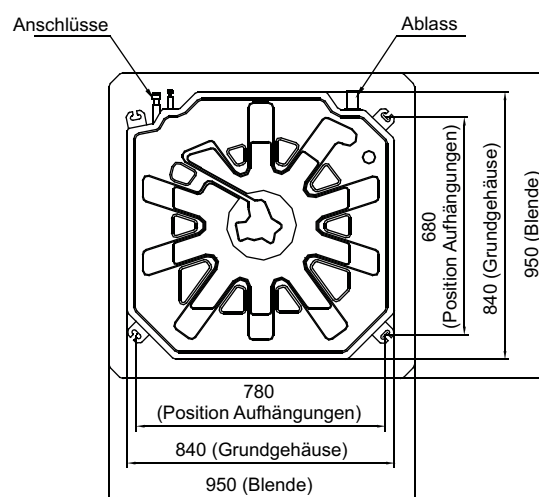
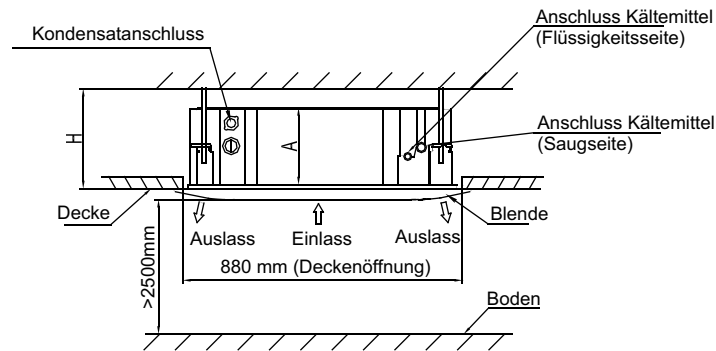
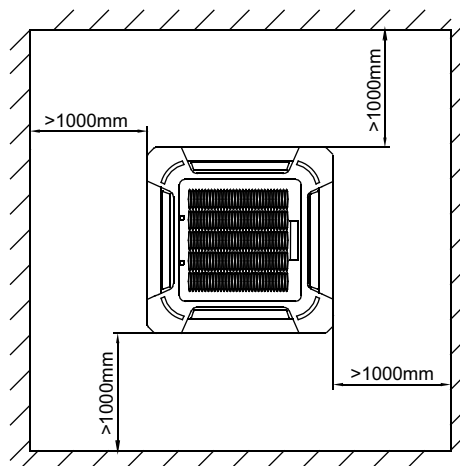

Abb. 3-1
Abb. 3-2
Abb. 3-3
(s. Abb. 3-1, Abb. 3-2, Abb. 3-3 und Tabelle)
- Zuerst muss in der Decke eine quadratische Öffnung mit den Maßen 880x880mm gemäß dem Montagekarton hergestellt werden. (s. Abb. 3-2)